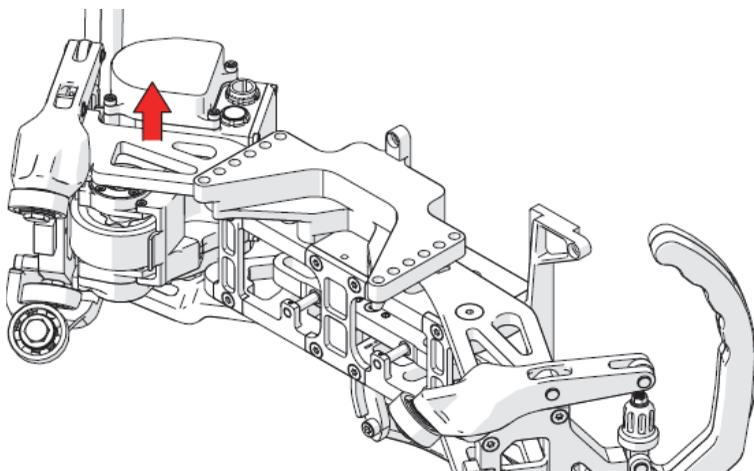

Figure 2-10 Retrait du bras du chariot moteur
11. Couchez le chariot moteur sur le côté, la plaque du support de sondes vers le haut, et retirez le bras du chariot moteur (Figure 2-10 à la page 98).